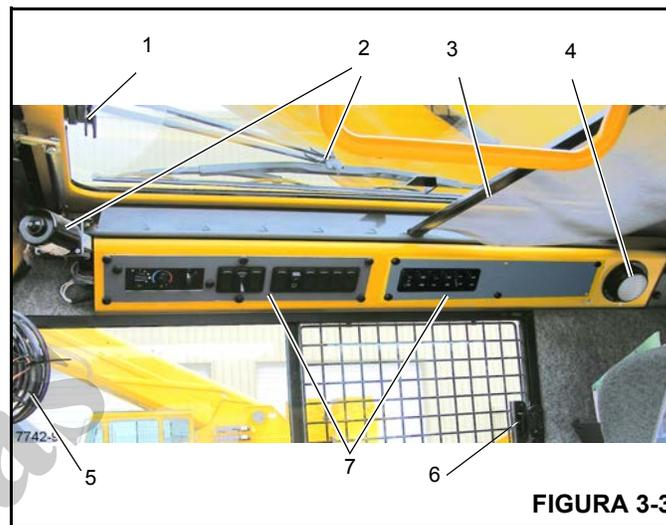
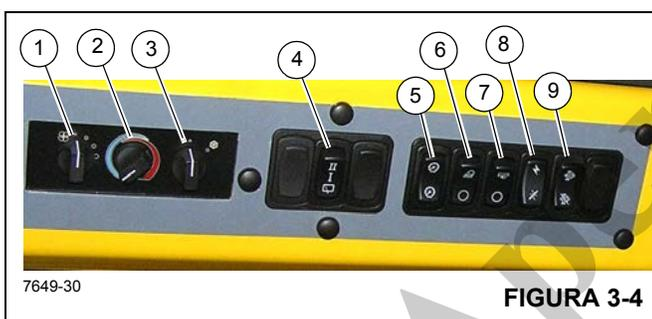

FIGURA 3-3
FIGURA 3-4
A trava do teto solar (1, Figura 3-3) localiza-se na frente do teto solar. Aperte a trava e deslize a janela para trás para abrir. Para fechar, deslize a janela para frente até que a trava encaixe.
O limpador do teto solar (2, Figura 3-3) é controlado pela chave do limpador de para-brisa, (4, Figura 3-4) e é operado pelo motor do limpador.
O protetor do teto solar (3, Figura 3-3) é usado para diminuir a incidência direta da luz do sol. O protetor é autorretrátil e pode ser ajustado para filtrar toda a luz ou ajustado para trás, encaixando-o nos entalhes existentes.
A luz de teto da cabine (4, Figura 3-3) localiza-se no canto traseiro direito do console do teto da cabine e ilumina a cabine. A luz de teto é controlada por uma chave na própria luz.
O ventilador de circulação da cabine (5, Figura 3-3) localiza-se no lado dianteiro esquerdo da cabine, acima da estrutura da janela. Uma articulação permite que o ventilador gire e uma chave em sua base controla a operação. A chave possui as posições alta, baixa e desligada.
A janela do lado direito da cabine pode ser aberta. Comprima a trava (6, Figura 3-3) para liberar a janela e deslize para a frente. Para fechar, deslize a janela para trás até que a trava encaixe.
Números dos itens da Figura 3-4
A chave do ventilador do aquecedor/ar-condicionado (1) (Figura 3-4) controla a rotação do ventilador da cabine. A chave de rotação do ventilador controla o volume de saída do ar aquecido (ou a saída do ar refrigerado) do ventilador. Os ajustes são desligado, rotação baixa, rotação média e rotação alta.
A chave de controle do aquecedor (2) (Figura 3-4) controla a intensidade da temperatura de aquecimento. Gire a chave à direita (sentido horário) para abrir a válvula de aquecimento. (O calor é fornecido pelo fluido aquecido que passa pela serpentina do aquecedor). Gire a chave à esquerda (sentido anti-horário) para fechar a válvula e interromper a vazão do fluido, diminuindo o aquecimento.
A chave do ar-condicionado (3) (Figura 3-4) controla a operação do sistema de ar-condicionado opcional. Os ajustes são desligado (O) e ligado (I).
O limpador do teto solar acionado eletricamente é instalado para retirar a umidade do teto solar. O limpador do teto solar é controlado pela chave do limpador do teto solar (4) (Figura 3-4). É uma chave de 3 posições Desligada/Baixa velocidade/Alta velocidade.
A chave reguladora da luz do painel (5) (Figura 3-4) controla a iluminação dos controles do teto do aquecedor/ar-condicionado e do indicador de temperatura do óleo da transmissão (4) (Figura 3-11). Pressione a chave para aumentar ou diminuir a iluminação do painel.
A chave das luzes de trabalho (6, Figura 3-4) controla as luzes de trabalho do guindaste montadas na parte inferior dianteira da cabine da superestrutura. Pressione a parte superior da chave para ligar as luzes de trabalho. Pressione a parte inferior da chave para desligar as luzes de trabalho.
A chave das luzes da lança (7) (Figura 3-4) localiza-se no painel lateral do mostrador. Esta chave de duas posições (ON/OFF) (Ligada/Desligada) controla a operação dos holofotes da lança. Pressione a parte superior da chave para ligar as luzes da lança, pressione a parte inferior da chave para desligar as luzes.
A chave de alimentação das funções do guindaste (8) (Figura 3-4) localiza-se no painel lateral do mostrador. Esta chave de duas posições ON/OFF (Ligada/desligada) permite que o operador desligue a energia das funções do guindaste acionadas pelos controladores remotos hidráulicos localizados nos apoios de braço. Posicionar a chave em OFF (Desli-
A chave de limpeza do sistema de escape do motor (9) (Figura 3-4) localiza-se no lado direito do painel de controle do teto. Esta chave possui três posições: Inibir limpeza/permitir limpeza/iniciar limpeza. Pressione esta chave para iniciar a limpeza do sistema de escape do motor ou para desativar a limpeza do sistema de escape: